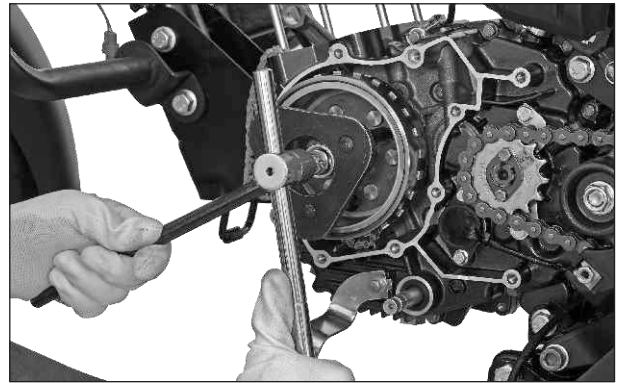

Fig. 3.112
- Con ayuda de la herramienta especializada, sostenga la volante y retire la tuerca de la volante (M12x1.25). (Fig. 3.112)